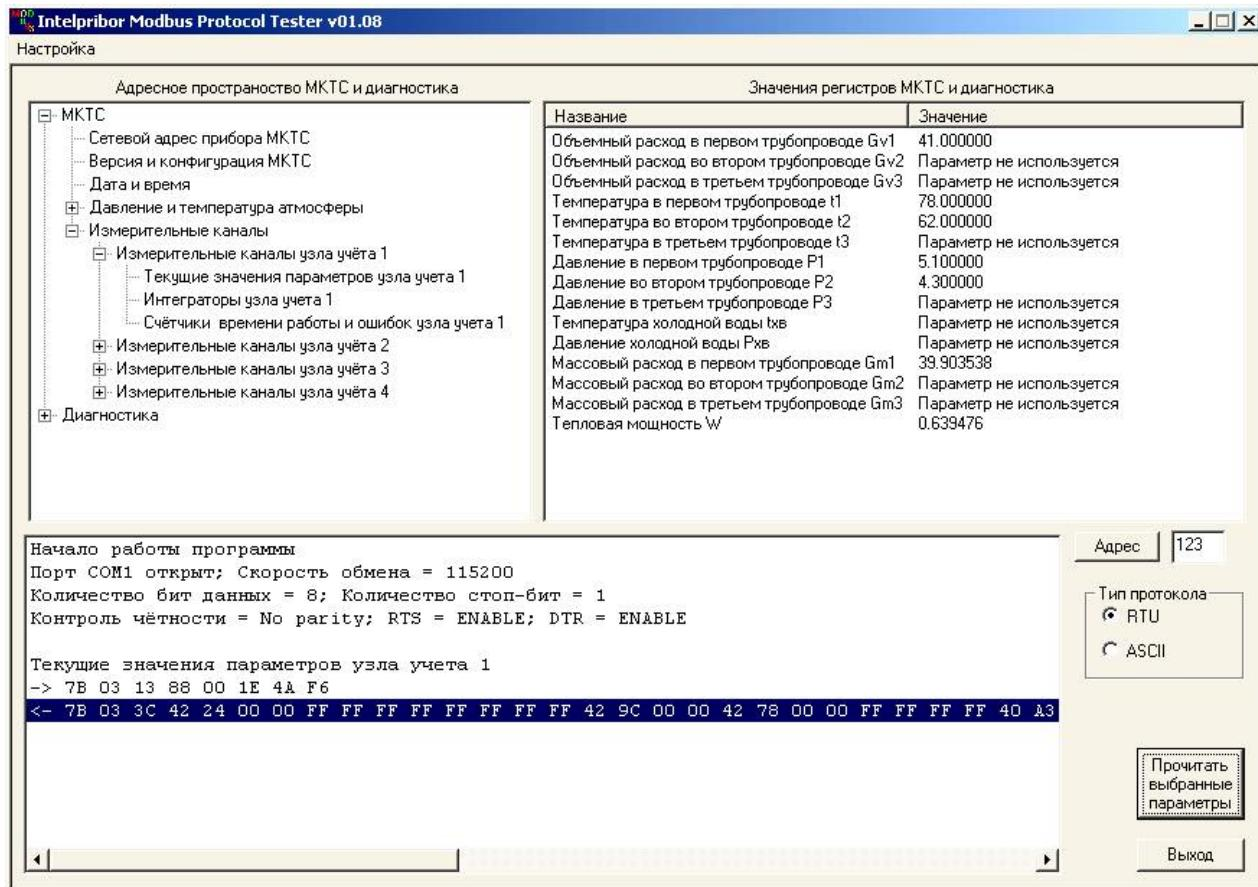

Рисунок 4.12 Просмотр выбранной области памяти MKTC.
- после завершения обмена данными с платой расширения, в правой части окна в списке *Значения регистров MKTC и диагностика* наблюдать результаты запроса (Рисунок 4.12);